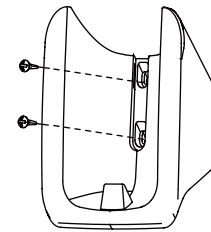

fig. 3
1) Utilice los tornillos (accesorios) para fijar y fijar el soporte del mando a distancia en una posición estable (véase "fig. 3"); Asegúrese de consultar «1. Precauciones para la instalación» para determinar la posición.
2) Inserte la tapa de los tornillos en la tapa del soporte sobre los tornillos (véase "fig. 3");